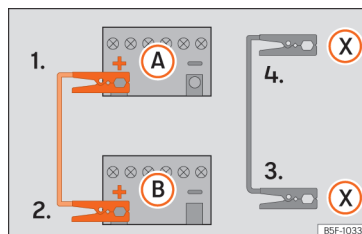

Abb. 44 Anschlusschema für Fahrzeuge mit Start-Stopp-System.
- 4b. Bei Fahrzeugen mit Start-Stopp-System: ein Ende des schwarzen Starthilfekabels (X) an einen geeigneten Masseanschluss, ein massives, fest mit dem Motorblock verschraubtes Metallteil oder an den Motorblock selbst anklammern » Abb. 44.
5. Klemmen Sie das andere Ende des schwarzen Starthilfekabels (X) im Fahrzeug mit der entladenen Batterie an ein mit dem Motorblock verschraubtes, massives Metallteil oder an den Motorblock selbst, aber so weit wie möglich von der Batterie (A) entfernt an.